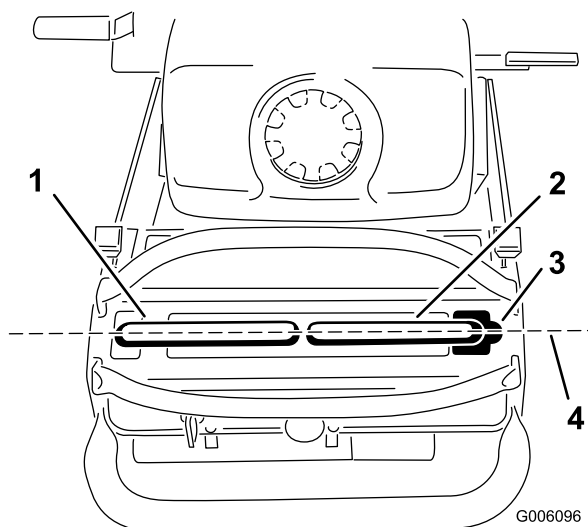

Figure 54
Important: Vérifiez que la correction directionnelle de la machine est correcte après avoir réglé les leviers de commande de déplacement. Après avoir réglé la correction directionnelle, il se peut que les leviers de commande de déplacement ne s'alignent pas exactement d'avant en arrière (Figure 54).
1. Une fois l'alignement horizontal effectué, vérifiez l'alignement avant/arrière (Figure 54).